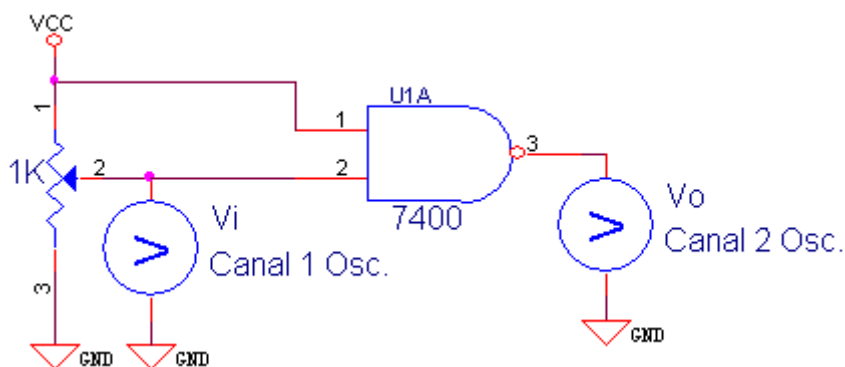

Figura 2
- ✓ Montar el circuito de la figura 2. El potenciómetro se utiliza como un divisor de tensión variable.